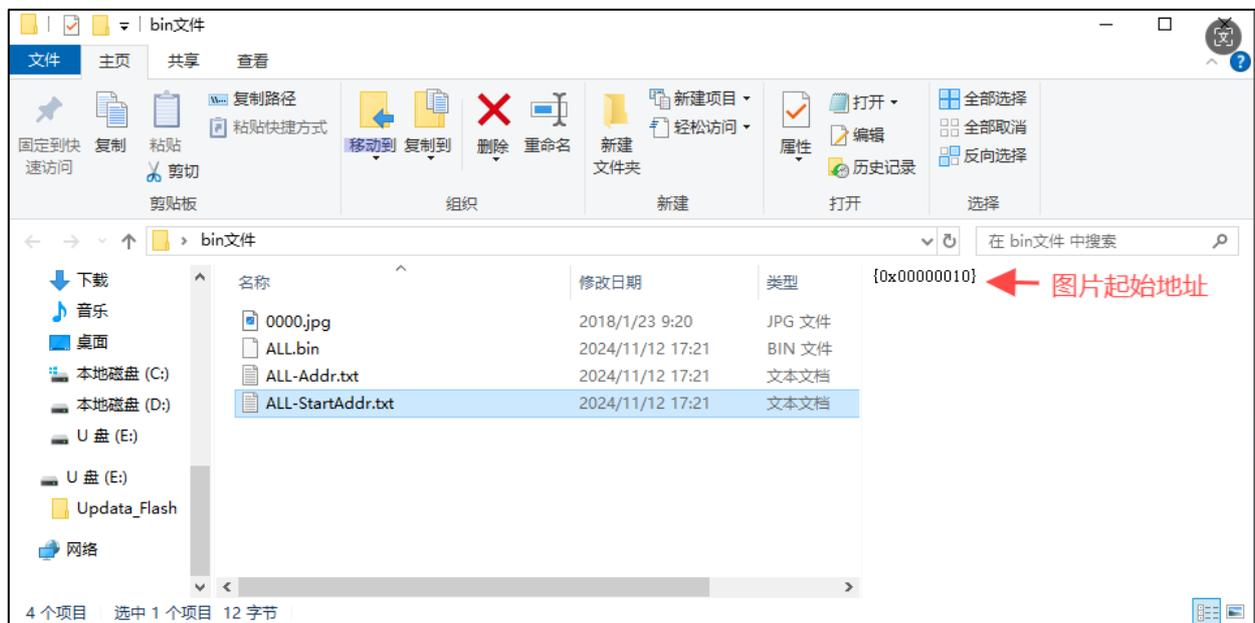

图 18-10: 图片起始地址
6、在步骤 3 导出的 bin 文件中会同时导出两个文本文件，在 ALL-StartAddr 文件中可以看到图片的起始地址如图 18-10 所示：